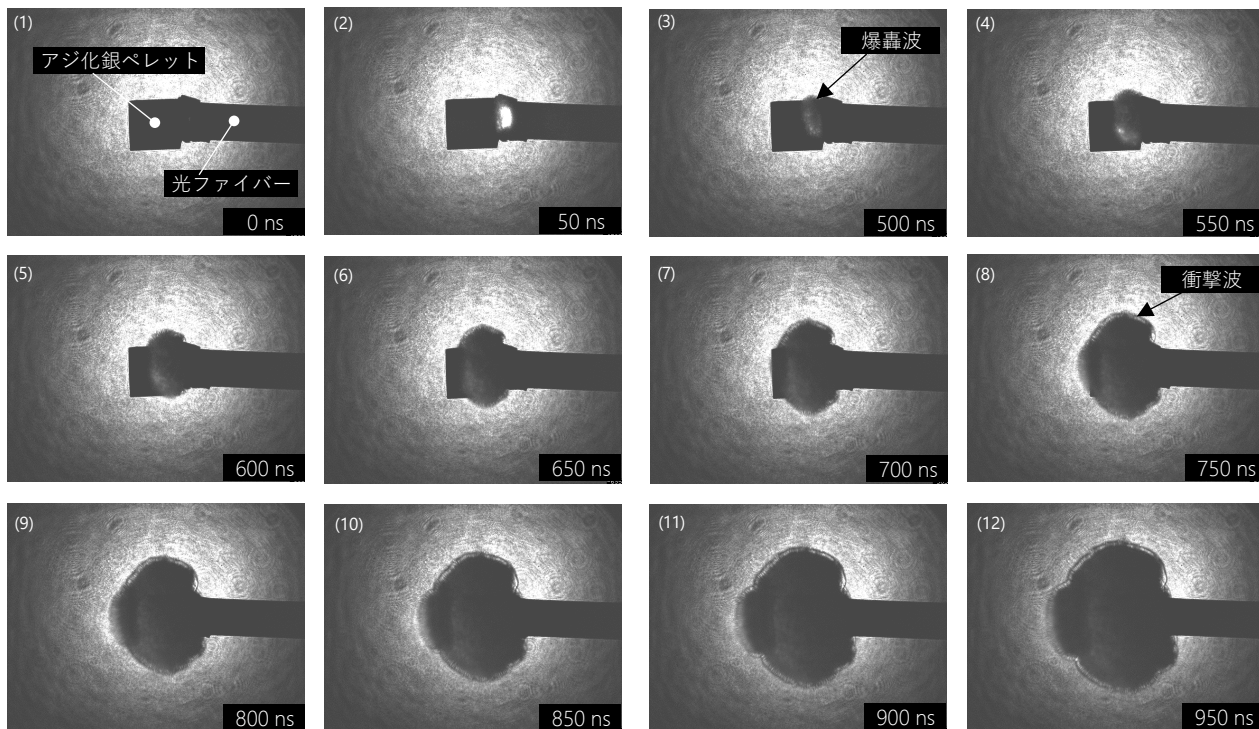

図6 撮影②の結果 (視野幅：約5 mm)
図6に撮影②の結果を示します。画像(2)にて、アジ化銀ペレットにレーザーを照射し起爆させています。その後、450 ns後の画像(3)にて爆轟波が観察されました。画像(3)～(7)において、爆轟波が広がっていく様子が確認できます。その後、画像(8)にて、爆轟波の外側に衝撃波が現れ、画像(8)～(12)にかけて、衝撃波と爆轟波が広がっていく様子が観察されました。